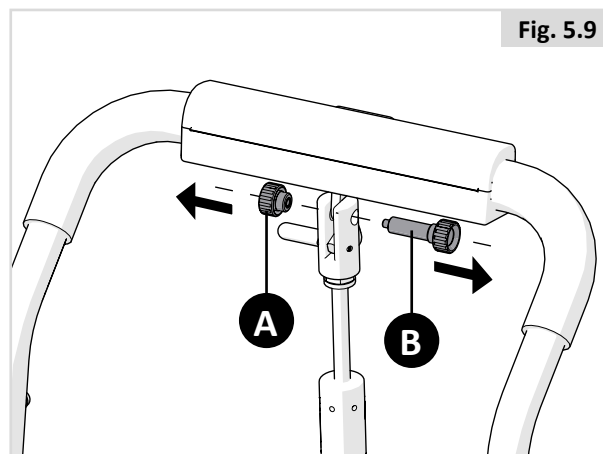

Fig. 5.9
Du lægger ryglænet ned (gælder for ryglæn, der kan justeres manuelt og elektrisk foldbare ryglæn) ved at tage fingerskruen af plastik (A) af og trække den anden fingerskrue og bolt ud (B) (Fig. 5.9).